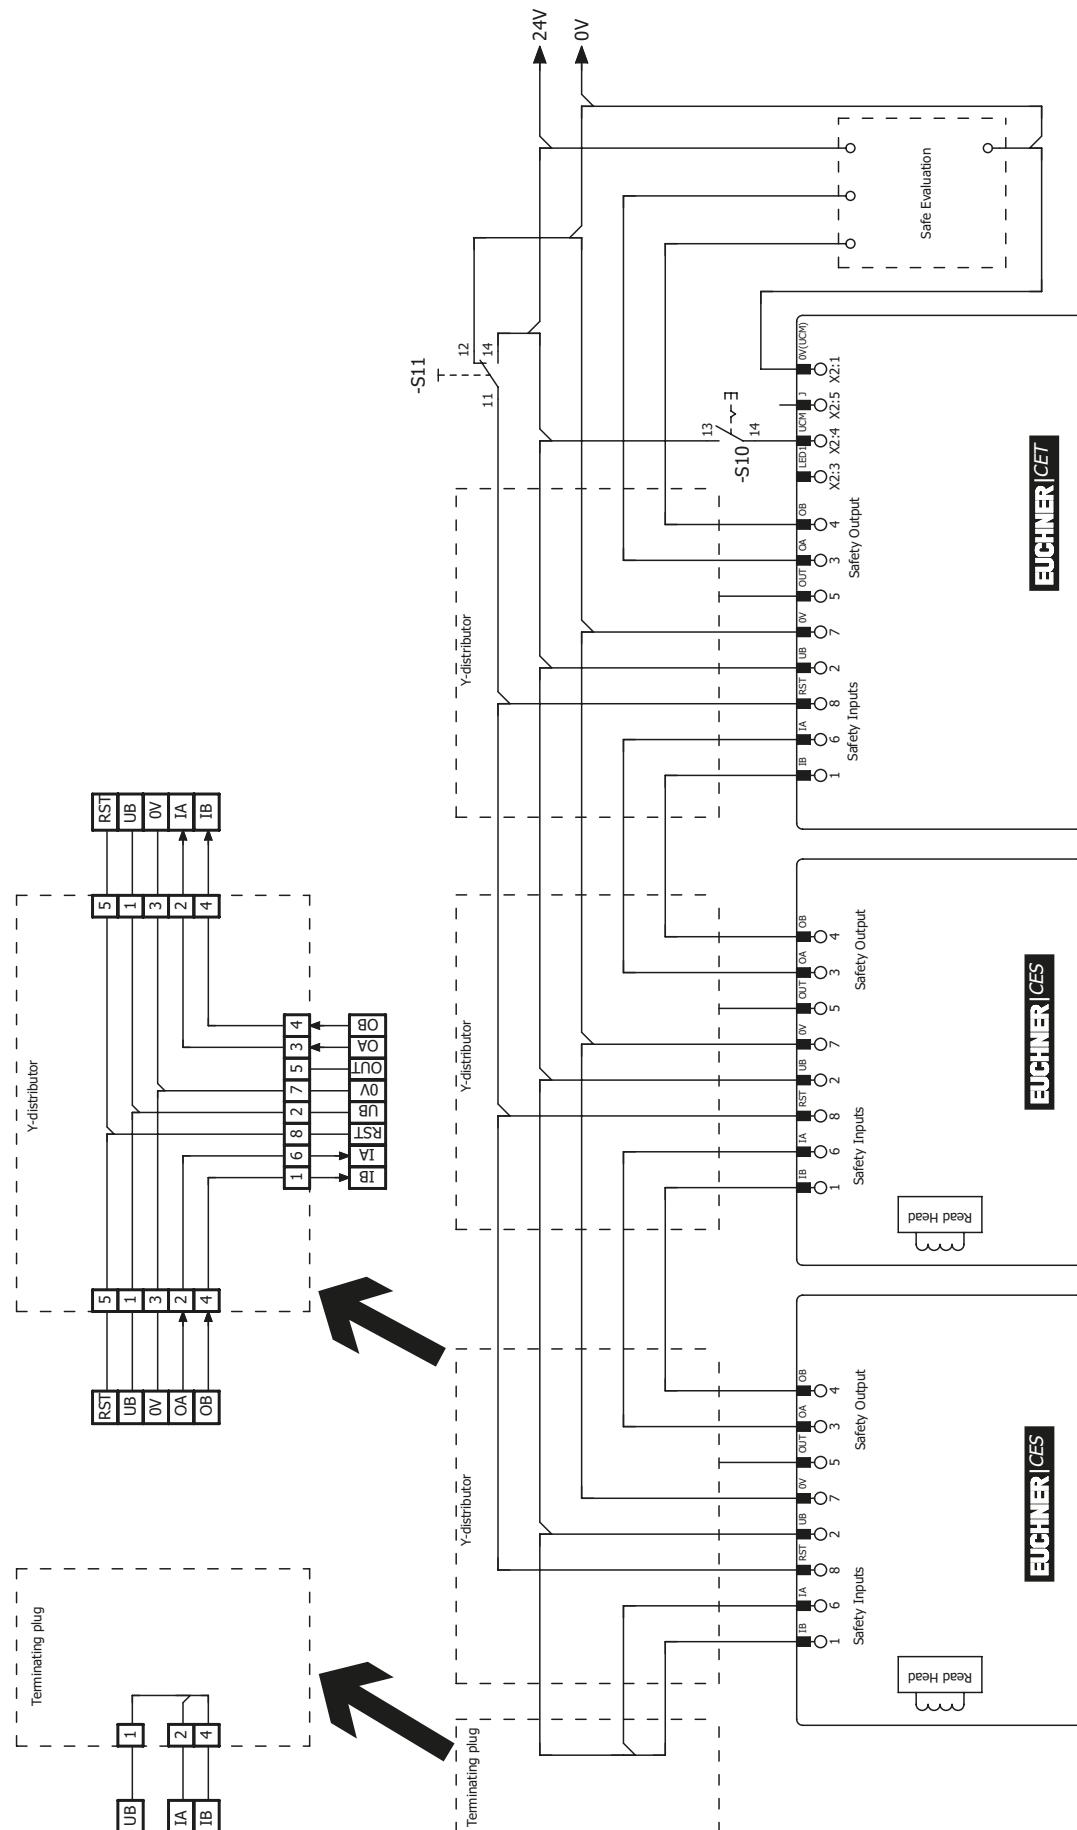

图14: 在CES-AR开关链中工作的接配线示例
- › 使用具有反馈回路/启动按钮的CET-AR时，该开关必须处于开关链的最后一个位置上（请参见图14，见第34页）。
- › 开关链中的所有开关都必须使用共同的信号。这可以是转换开关或控制系统的输出。不宜使用按钮，因为工作时复位必须始终连接到GND（请参见图14中的开关S11，见第34页）。
通常，应在断电状态下执行接线工作（例如在更换设备时）。某些特定系统则需在运行过程中执行接线和后续初始化。为此，必须按第34页的图14所示连接RST输入。